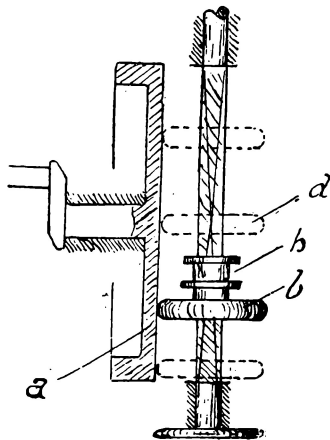

Fig. 160.
b) **Cambio di velocità a frizione** (fig. 160). — Sistema molto semplice, che nella pratica non ha conseguito risultati positivi.